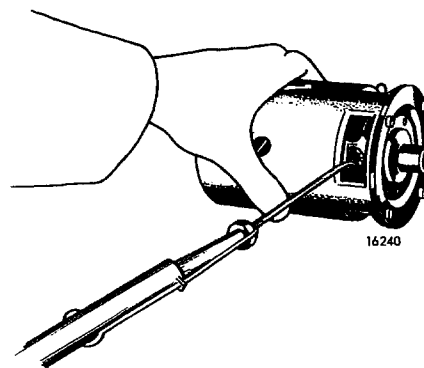

Fig 06-41. Kontroll av borstfjäder-spänning
7. Placera lagerskölden med borstar på rotorn och mät borstfjäderkraften. Haka fast en fjädervåg i borstfjädern där den ligger an mot elborsten, se fig 06-41. Fjäderkraften avläses just när fjädern lyfts från elborsten. Avviker värdet byts fjädern.